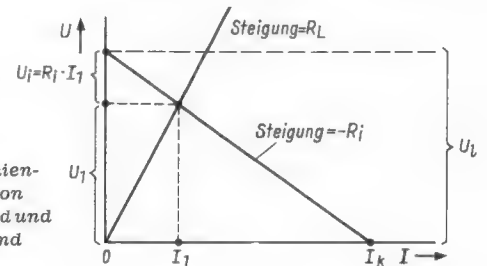

Bild 2. Kennlinien-darstellung von Innenwiderstand und Lastwiderstand
Betrachtet man den Punkt  $U_1, I_1$  in Bild 1, so gehört hierzu der Strom  $I_1$ , der durch den Lastwiderstand  $R_L$  fließt, an ihm steht die Spannung  $U_1$ . Wird ein linearer Lastwiderstand angenommen, so kann man seine Kennlinie zeichnen, wenn man als zweiten Punkt für diese Kennlinie den Punkt  $I = 0$  für  $U = 0$  annimmt und durch beide Punkte eine Gerade zieht. Dies ist in Bild 2 geschehen. Die Steigung dieser Geraden ist gleich  $R_L$ . Man liest jetzt aus dem Diagramm ab, daß bei dem Strom  $I_1$  am Lastwiderstand  $R_L$  die Spannung  $U_1$  und am Innenwiderstand  $R_i$  die Spannung  $U_i = R_i \cdot I_1$  abfällt. Die Leerlaufspannung  $U_1$  ist die Summe von beiden,
Das ist die Funktionsgleichung für die fallende Gerade in Bild 1 und Bild 2 mit der Steigung  $-R_i$ .
Das ist die Funktionsgleichung für die ansteigende Gerade mit der Steigung  $R_L$  in Bild 2.
Beide Gleichungen müssen beim Zusammenschalten von Generator und Lastwiderstand erfüllt sein, und zwar durch das gleiche Wertepaar  $U, I$ . Das bedeutet in der grafischen Darstellung, daß sich hier die beiden Geraden schneiden (z. B. Punkt  $U_1, I_1$  in Bild 2). Die algebraische Lösung durch gegenseitige Substitution wird aus (1) und (2)